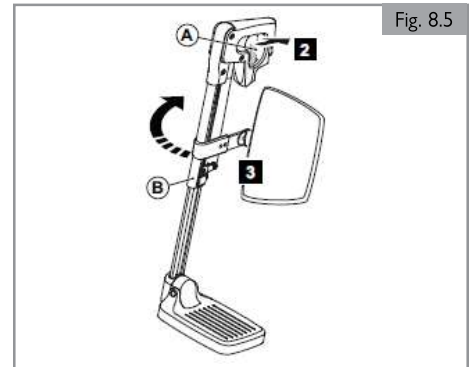

Fig. 8.5
8.4 Despliegue los reposapiernas (Fig. 8.5)**Extracción de un reposapiernas abatible**